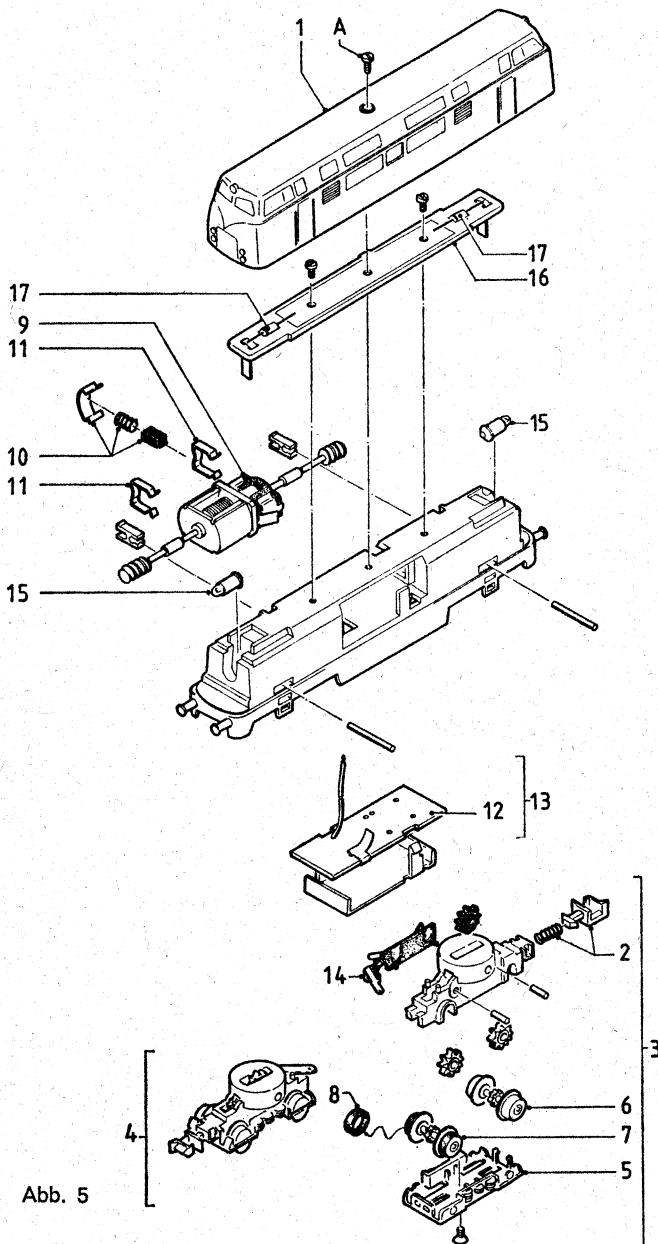

Abb. 5
#### Gehäuse abnehmen (Abb. 5)
#### **Motorbürste auswechseln (Abb. 5)**
Verbrauchte Motorbürste nach Herausnehmen des Motors entfernen und durch neue ersetzen (10 in Abb. 5). Vorsicht beim Abnehmen der Bürstenhalterdeckel, damit die kleine Druckfeder nicht verlorengeht. Außerdem darauf achten, daß das Kontaktblech mit der umgebogenen Kontaktfeder wieder auf die gleiche Motorseite montiert wird, ansonsten Fahrtrichtungsumkehr!
Schroefje in het midden van het dak losdraaien (A in fig. 5) en kap naar boven afnemen.
Versleten koolborstels na het uithalen van de motor volgens fig. 5 eruit halen (10) en door nieuwe vervangen. Voorzichtig bij het afnemen van de borstelplaat, zodat de drukveer niet verloren gaat.
Skruta upp skruven som sitter i mitten på lokkåpans tak (A en fig. 5). Lyft därefter av lokkåpan.